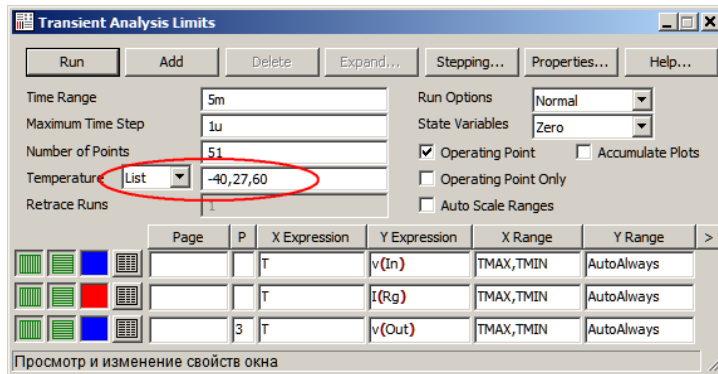

Рисунок 1.2 – Задание расчета при трех значениях температуры
1.10. Запустить анализ *Transient*. Вывести на график выходное напряжение (напряжение в точке *Out*) при температуре -40, 27 и 60 градусов (рис. 1.2).